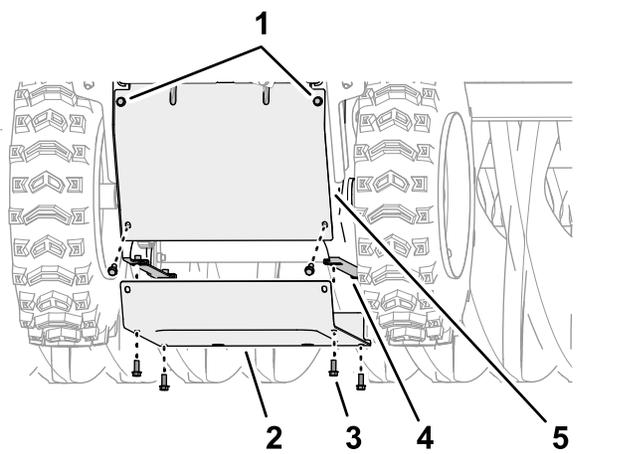

Figure 51
4. Au bas de la machine, alignez les trous du couvercle inférieur avec les trous des brides des plaques latérales gauche et droite (Figure 51).
5. Fixez le couvercle inférieur sur la machine (Figure 51) avec les 6 vis à embase (1/4 x 5/8 po).
6. Serrez les deux vis à embase supérieures (1/4 x 5/8 po) qui fixent le couvercle arrière sur la machine (Figure 51).